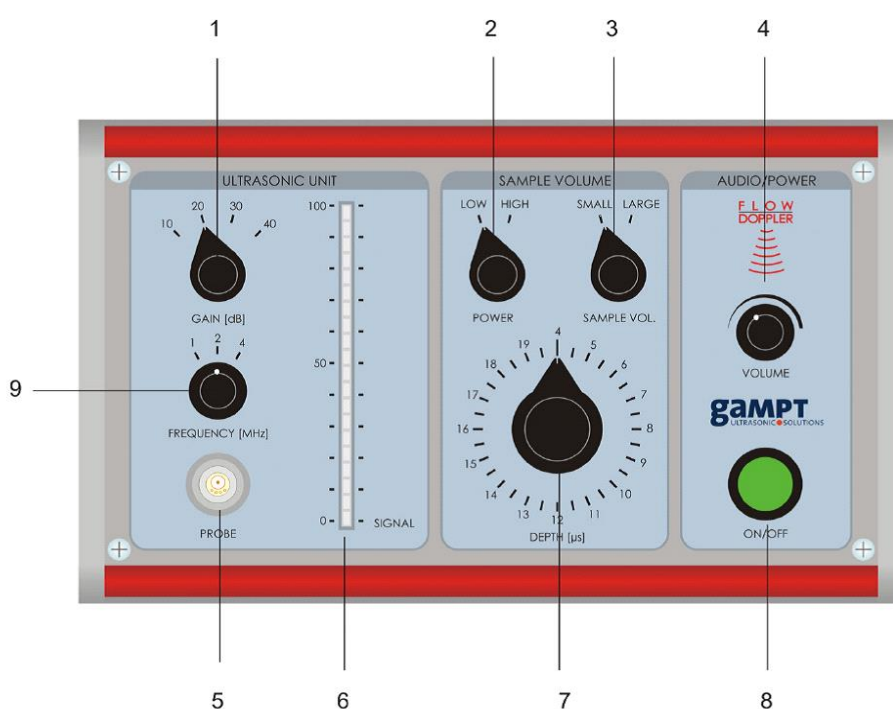

Рисунок 4. Передняя панель ультразвукового сканера Flow-Dop
3. Выставить ручки power и sample vol. на high и large соответственно (рис. 4).